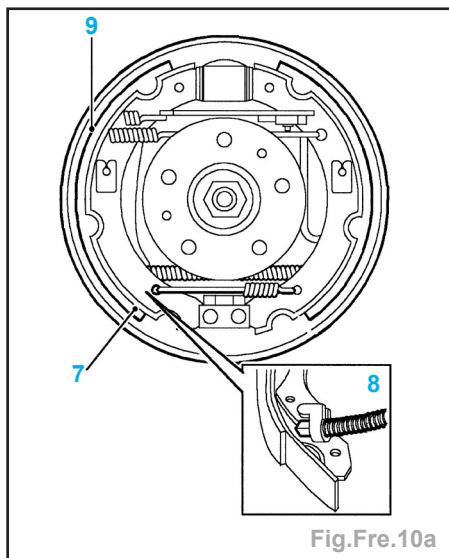

Fig.Fre.10a
- Détacher le ressort de rappel de butée de segment de l'extrémité du segment primaire et déposer le ressort (7) (Fig.Fre.10a).